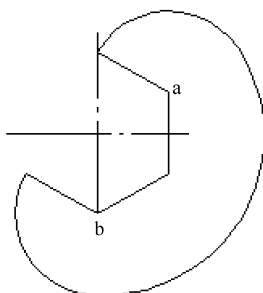

图 3-8 裁剪多余曲线
4) 裁剪多余的曲线。单击【裁剪】按钮，裁剪结果如图 3-8 所示。